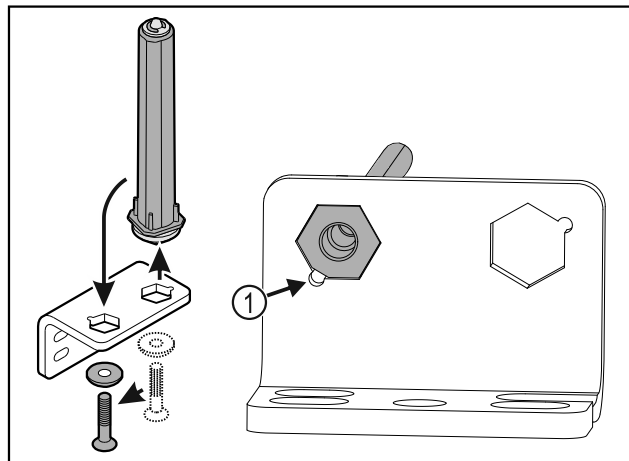

Fig. 30
- Pobrinite se za to da je prilikom umetanja zakošenje na svornjaku Fig. 30 (1) usmjereno prema okrugloj rupi.